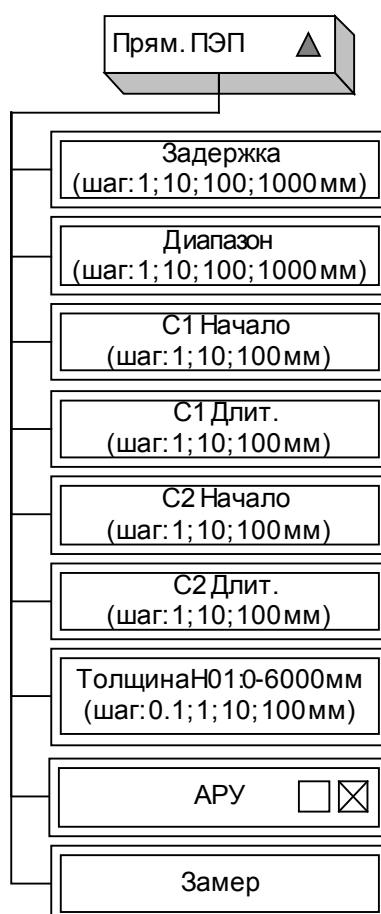

Рисунок 25 – Подменю «Прямые ПЭП»
6.3.1.7.7.1 Пункт «Прямые ПЭП»: открывает подменю для калибровки прямых типов ПЭП и содержит пункты (рисунок 25):